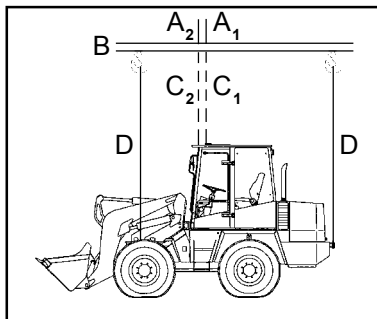

Bild 7-4
- Der Aufnahmepunkt ((7-4/A₁ - Gerät ohne Standardschaufel) bzw. (7-4/A₂ - Gerät mit Standardschaufel)) des Tragmittels (7-4/B) muß genau senkrecht über dem Schwerpunkt (7-4/C₁ bzw. 7-4/C₂) des Gerätes liegen (siehe Bild 7-4), damit sich das Lastaufnahmemittel **waagrecht** über der Längsmittelachse des Gerätes befindet.